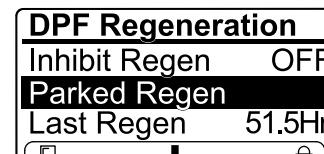

Figura 52
- Si la computadora del motor solicita una regeneración de recuperación, o si está procesando una regeneración de recuperación y usted se desplaza hasta la opción REGENERACIÓN ESTACIONARIA, la regeneración estacionaria se bloquea y el ícono de bloqueo (Figura 52) aparece en la esquina inferior derecha del InfoCenter.